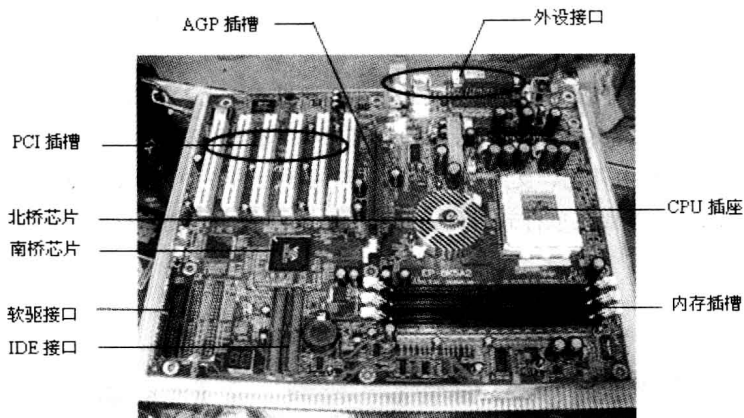

图 1.1.3 主板
(4) 主板。主板安装在机箱内,它是计算机中最基本的也是最重要的部件之一,如图 1.1.3 所示。计算机系统中所有的设备都直接或间接地与主板相连,形成一套完整的系统。主板的性能及其对各硬件设备的支持,主要由南桥芯片和北桥芯片决定。北桥芯片负责与 CPU 的接口,控制 Cache、内存及 AGP 接口数据的传输和转换。南桥芯片负责 I/O 接口以及 IDE 设备的控制等。目前,主板上常见扩展插槽的类型主要有 PCI、AGP 和 PCI-E 三种,其中 PCI-Express 即 PCI-E 是最新的总线和接口标准。凭借其较高的数据传输速率,PCI-E 将全面取代现行的 PCI 和 AGP 标准,最终实现总线标准的统一。